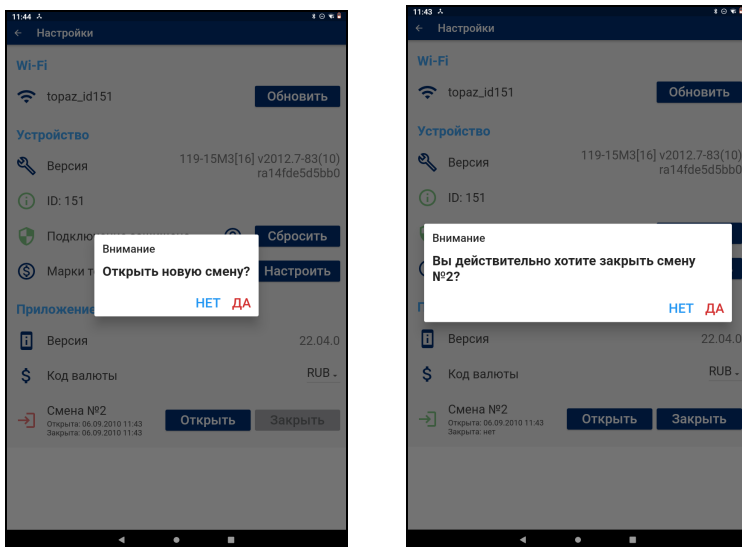

Рисунок 10
3.8 В меню настроек с экрана планшета доступно открытие/закрытие смены (рисунок 10).